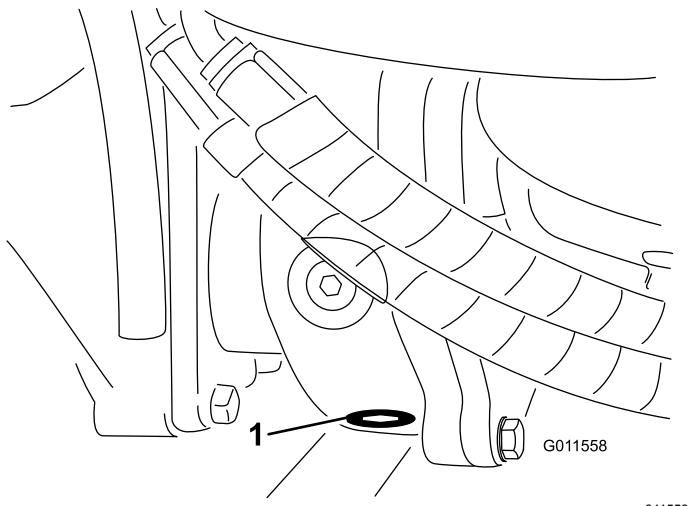

Figura 92
5. Limpe a zona em redor do tampão de escoamento no fundo da caixa de engrenagens (Figura 92).